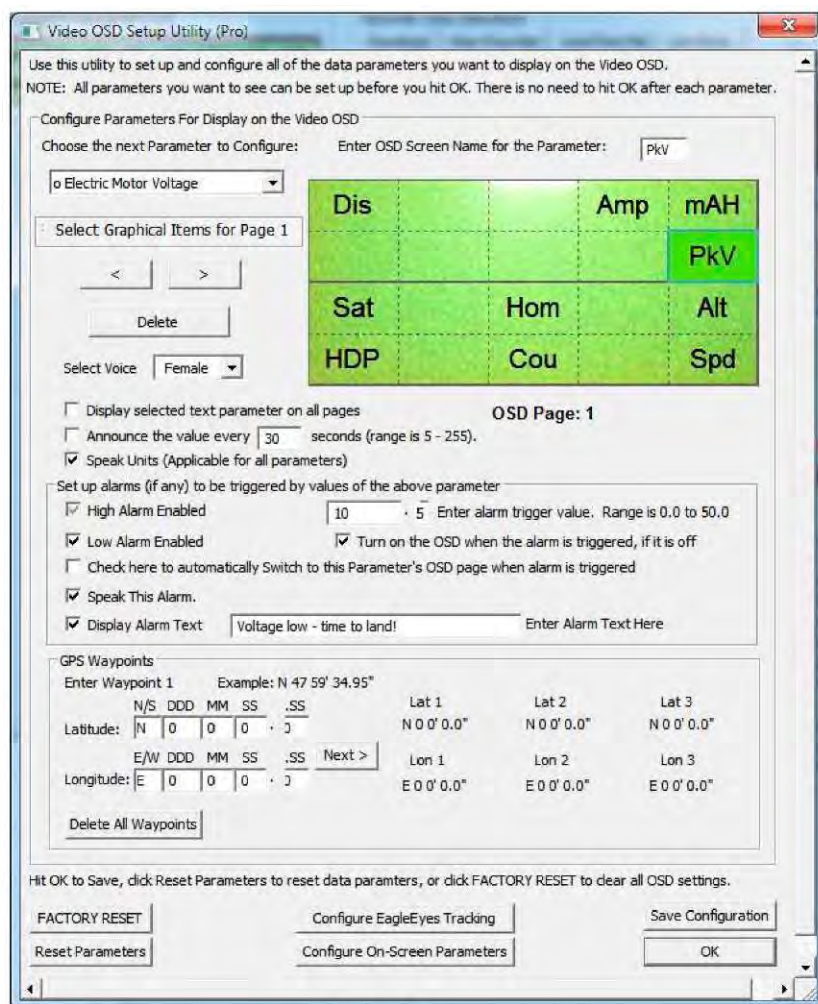

Figure 6
Так же хорошо сохранить конфигурацию OSD Pro используя кнопку "Save Configuration" (рисунок 6) **ПЕРЕД** установкой новой версии, а затем загрузить конфигурацию снова нажав "File, Load Configuration File" **ПОСЛЕ** как установите новую версию и завершите обновление прошивок если это будет предложено сделать.
- 6) Отметьте галкой "Display Alarm Text" и напишите "Battery Almost Dead!!" в поле "Enter Alarm Text Here", как на рис.6.